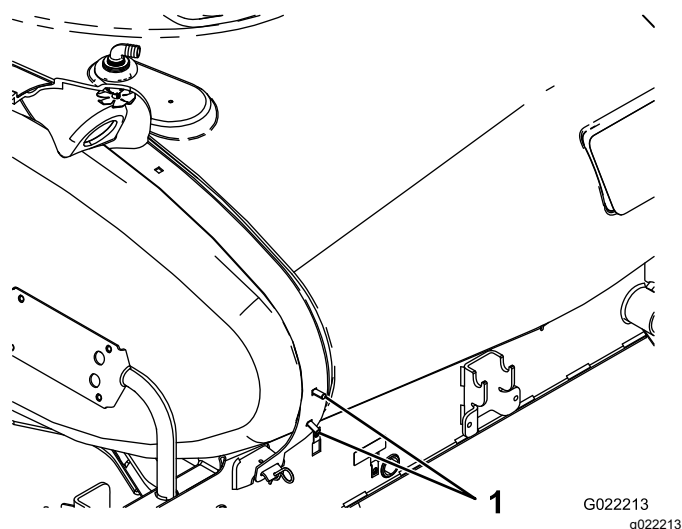

図 7
2. タンク固定用後部ベルトの右側の内側の下の穴にキャリッジボルト2本を取り付ける 図 7。